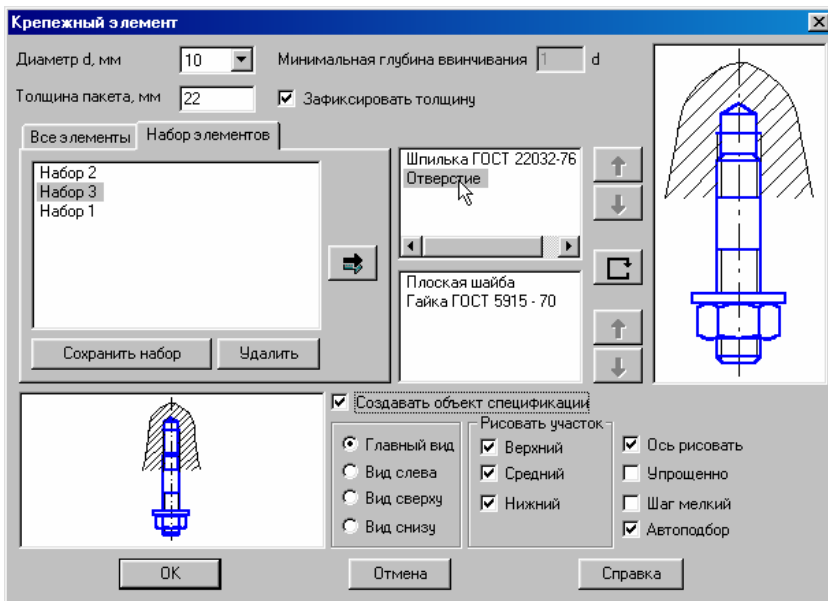
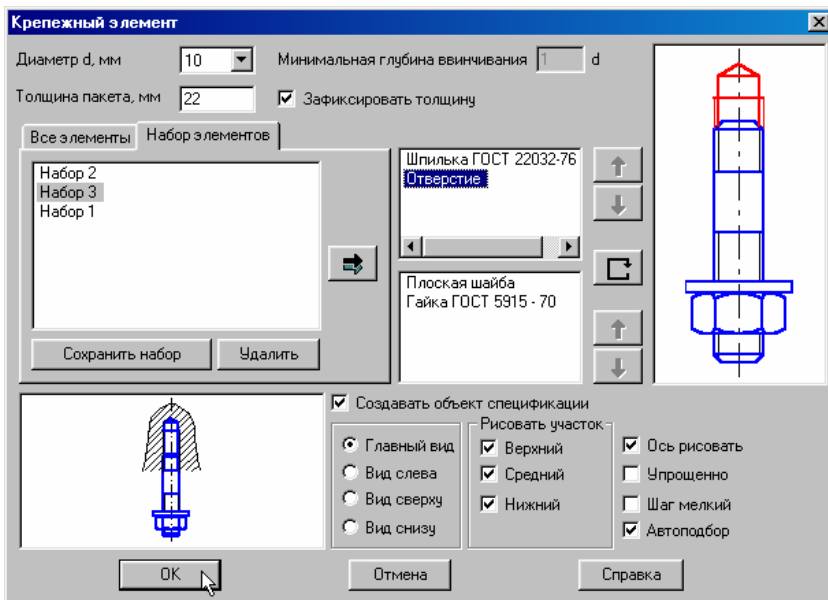
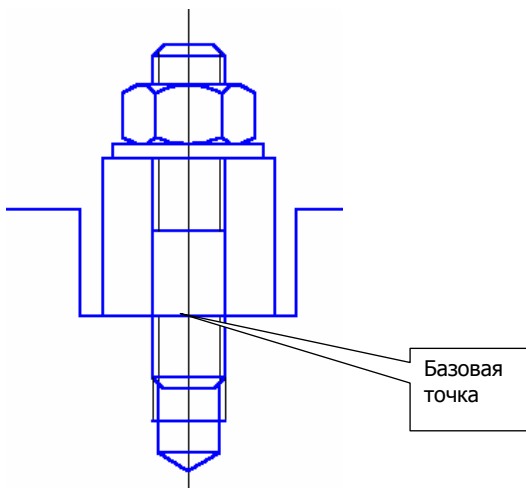

Рис. 16
Рис. 17
Рис. 18
5. Выполните шпильчатое соединение. Выберите из конструкторской библиотеки **Крепежный элемент**. Появится окно с параметрами пакета, рис. 16. Активизируйте **Набор элементов**. Выберите набор шпильчатого соединения. Выберите шпильку указанного стандарта (шпилька данного стандарта вворачивается в деталь, изготовленную из стали). Проставьте диаметр шпильки. Укажите толщину пакета (толщина верхней пластины). Для удаления вырыва (местного разреза) дважды щелкните на слове **Отверстие**, рис. 16. В открывшемся окне отключите флажок на **Создать вырыв**. Изображение отверстия изменится, рис. 17. Проставьте флажок на **Создать объект спецификации**. Установите шпильчатое соединение по базовой точке, рис. 18, проставьте номера позиций, как Вы проставили в случае болтового соединения.